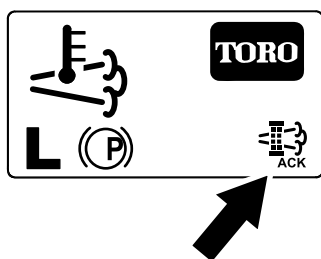

Figura 68
- El InfoCenter muestra la página de inicio y el icono de reconocimiento de regeneración (Figura 68) aparece en la esquina inferior derecha de la pantalla mientras se procesa la regeneración.